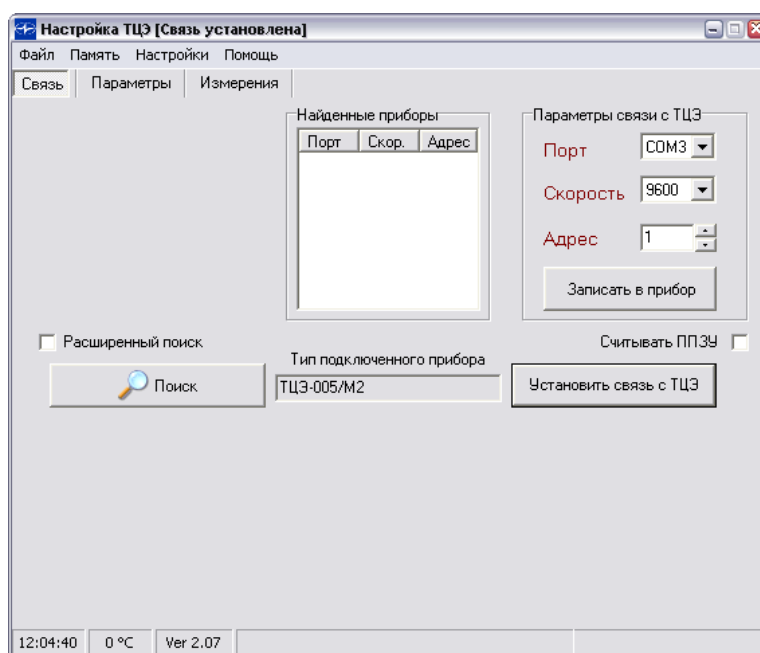

Рисунок 3.1
3.2.1.2. Установите следующие параметры на закладке «Связь» (рисунок 3.1):